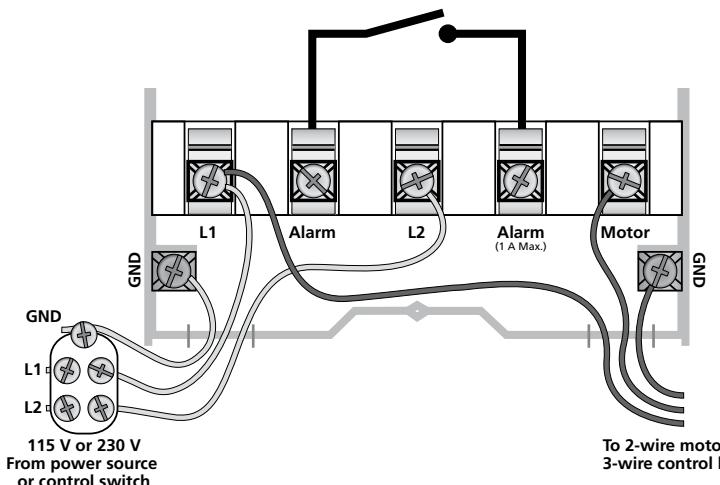

Figura 3: Conexiones de cableado
6. Conectar los alambres a la Pumptec, como se muestra en la figura 3. La alimentación se conecta de la misma forma, sin importar el voltaje de la línea.